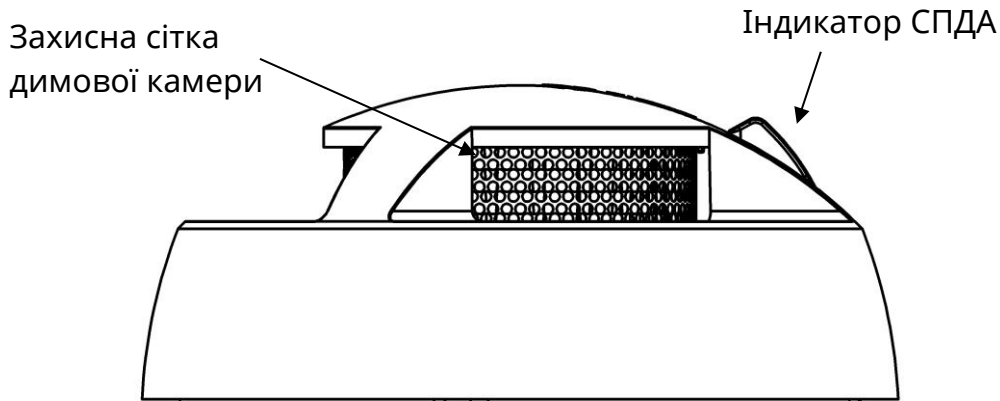
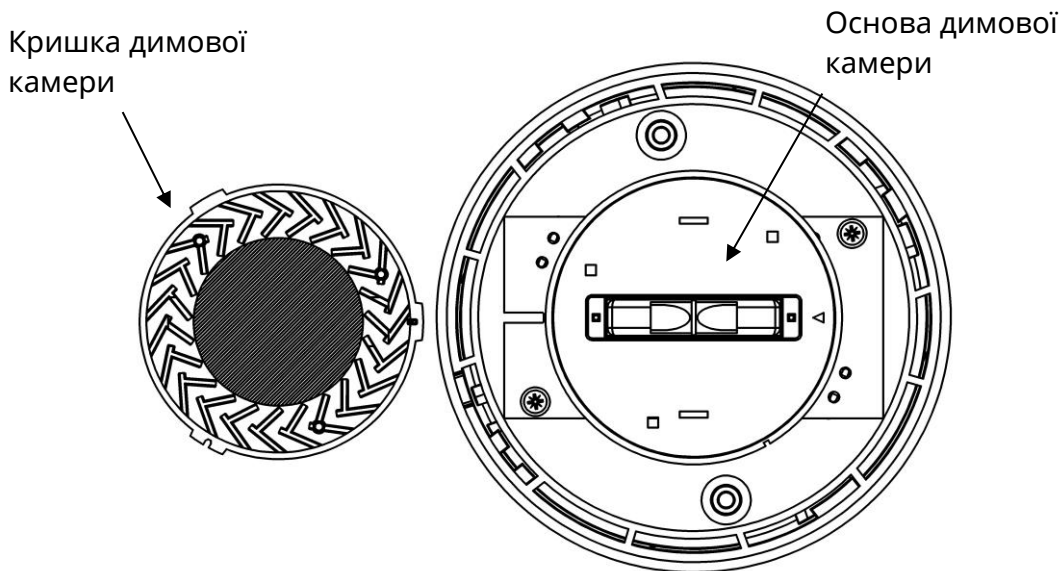

Рисунок 2 – Вигляд СПДА збоку
Рисунок 5 – Димову камеру СПДА у відкритому стані
4.3 Для індикації режимів роботи та стану СПДА використовуються світлодіодні індикатори, об'єднані одним світлопроводом, вмонтованим в кришку (рис.2):
- 3) зняти захисну сітку (рис. 2) з димової камери, потім зняти кришку димової камери, відтягуючи її від основи (рис. 5);